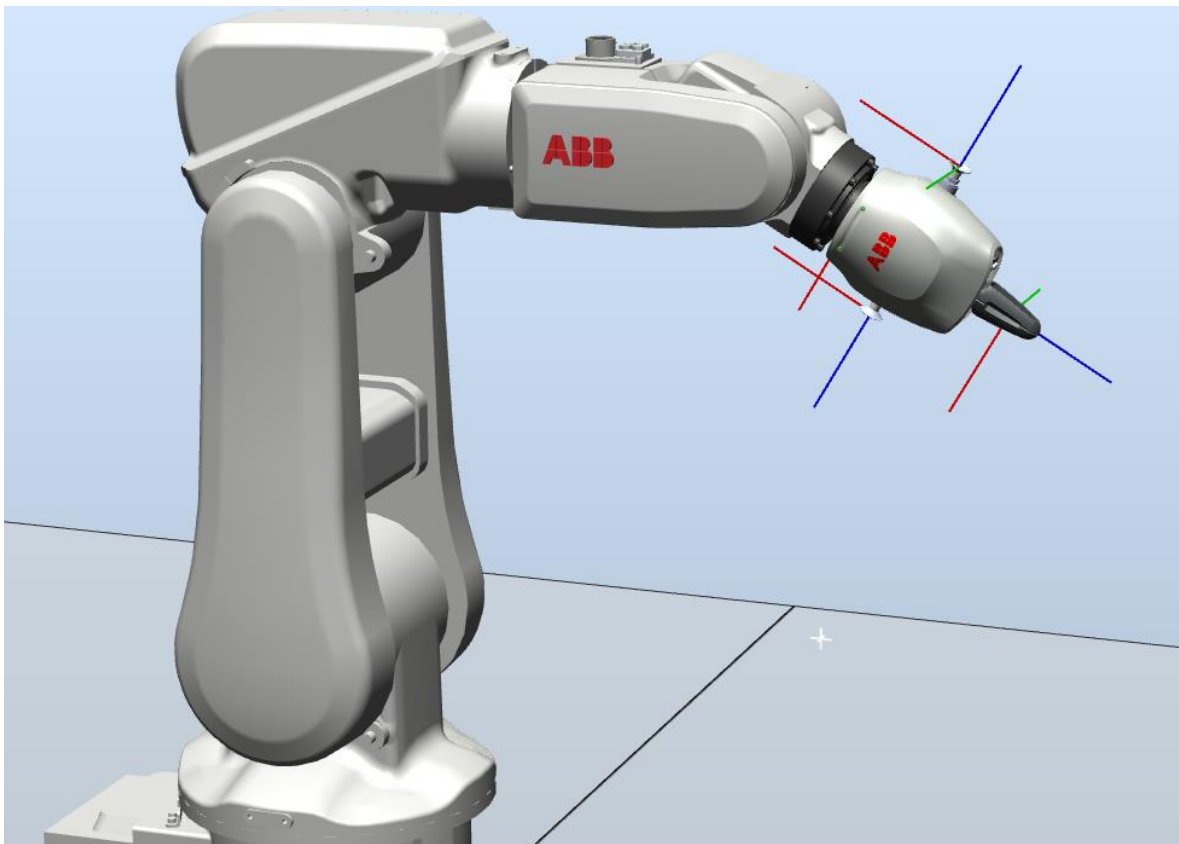

Figura 1. Robot ABB IRB 120 configurada con la herramienta terminal del robot colaborativo ABB YuMi (formada por una pinza lineal y dos ventosas de vacío) [1]
- Utilizar las herramientas terminales preconfiguradas disponibles en las librerías de ABB (Figura 1).